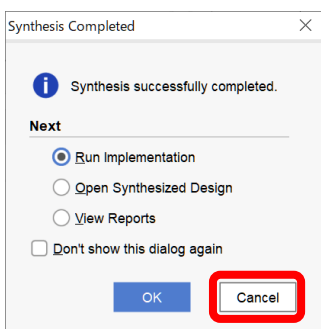

図 11.16 プロジェクトの作成および論理合成の手順 15
15) 論理合成が正常に終了すると、このような表示となる。ここでは「Cancel」を選択する (図 11.16)。